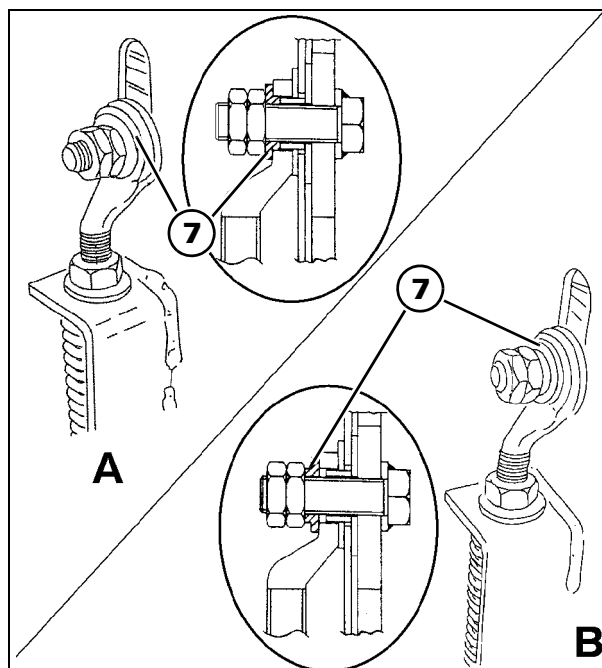

Рис. 20
- a) При помощи натяжителя (1) установить передний ролик (6) так, чтобы зазор "А" между планками цепи транспортера и нижней частью транспортера составлял 12-15 мм.
- b) Натянуть цепь транспортера посредством гаек (4) натяжителя (2), чтобы сжать пружины до длины, соответствующе индикатору (3).
- a) При помощи натяжителя (1) установить передний ролик (6) так, чтобы зазор "А" между планками цепи транспортера и нижней частью транспортера составлял 25 мм.
- a) При помощи натяжителя (1) установить передний ролик (6) так, чтобы зазор "А" между планками цепи транспортера и нижней частью транспортера составлял 70 мм.
- b) Застопорить передний ролик, с обеих сторон вращая в обратном направлении распорное кольцо (7). Рис. 20-А указывает на положение втулки (7) качания ролика. Рис. 20-В указывает на положение втулки (7) блокировки ролика.